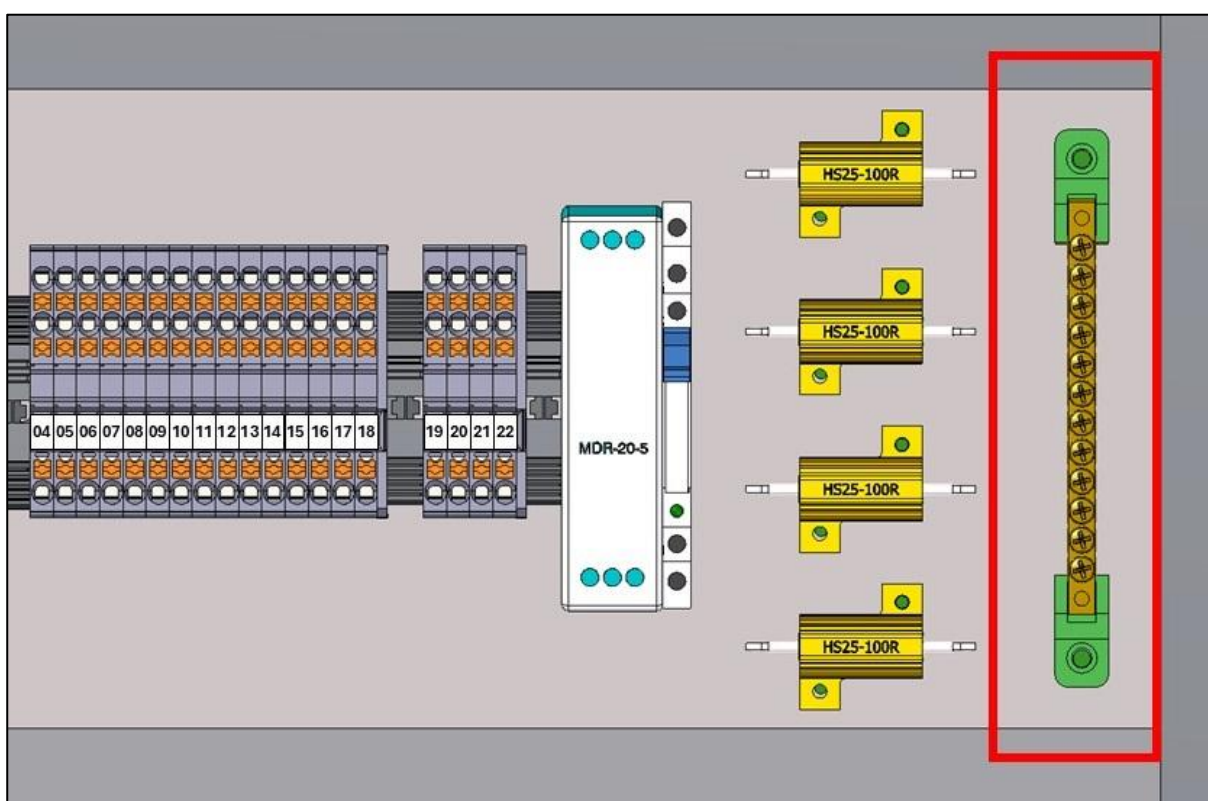

Figura 13 - Conexão do cabo de aterramento.
C. Conecte a via de cor verde (cabo terra) na barra de aterramento posicionada na parte inferior direita do painel, conforme destacado na Figura 13.